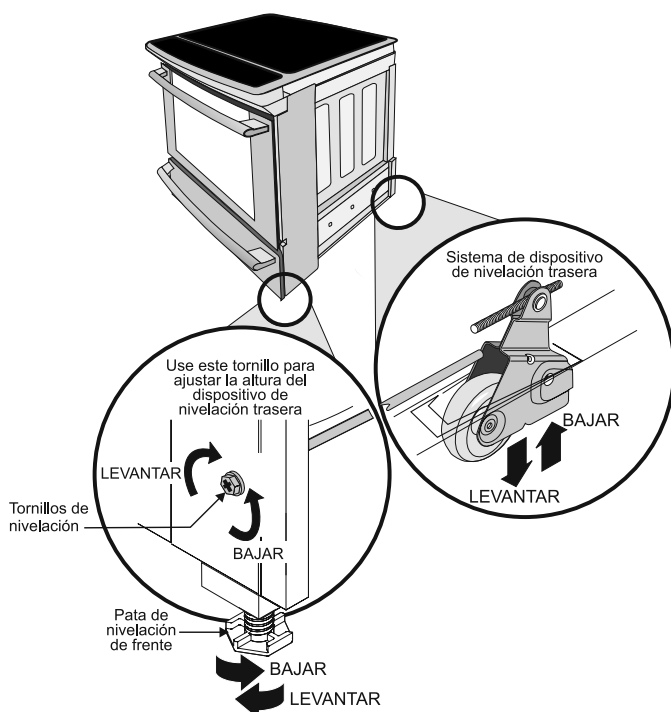

Figura 16
2. Baje el aparato, las patas y las ruedas de nivelación aleatoriamente, hasta que la parte baja de la superficie de cocción repose sobre el mostrador (figura 16).
2. Ponga un nivel sobre la parrilla (figura 17). Tome dos lecturas con el nivel puesto diagonalmente en una dirección y después en la otra. Nivele la estufa, si es necesario, ajustando las 4 patas niveladoras con una llave de tuercas (figura 16).